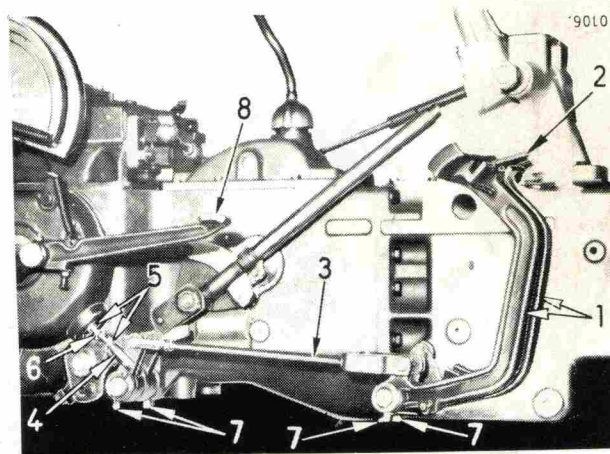
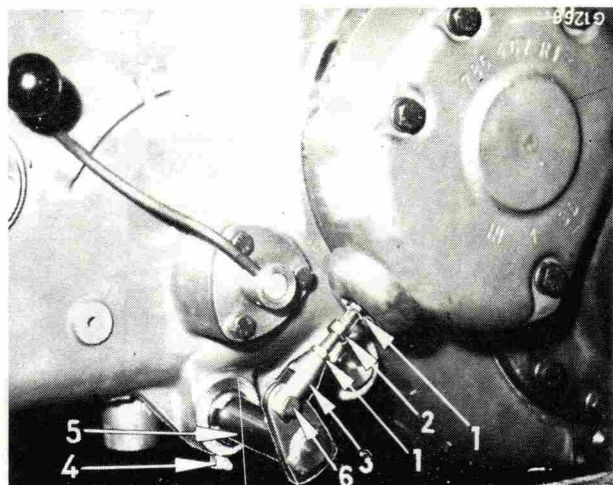

Fig. 76
Fig. 77 - Mécanisme de frein, côté gauche
Le tracteur est équipé de freins à disques qui agissent des deux côtés de la transmission. Lorsque les deux pédales (1, Fig. 76) sont jumelées par le loquet (2) les deux freins peuvent être actionnés simultanément.
- Desserrez les contre-écrous (5, Fig. 76) et (1, Fig. 77) et tournez la tige de commande vers la droite. Réglez les deux côtés de la même façon. Essayez les freins pour vous assurer qu'ils agissent simultanément.
- Après le réglage, resserrez les contre-écrous (5, Fig. 76) et (1, Fig. 77).